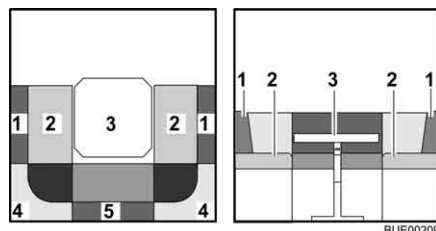

Fig. 72 Prima della trasformazione
- Trasformare il tavolo (Fig. 72,3) in struttura di supporto letto (vedi paragrafo 6.11).